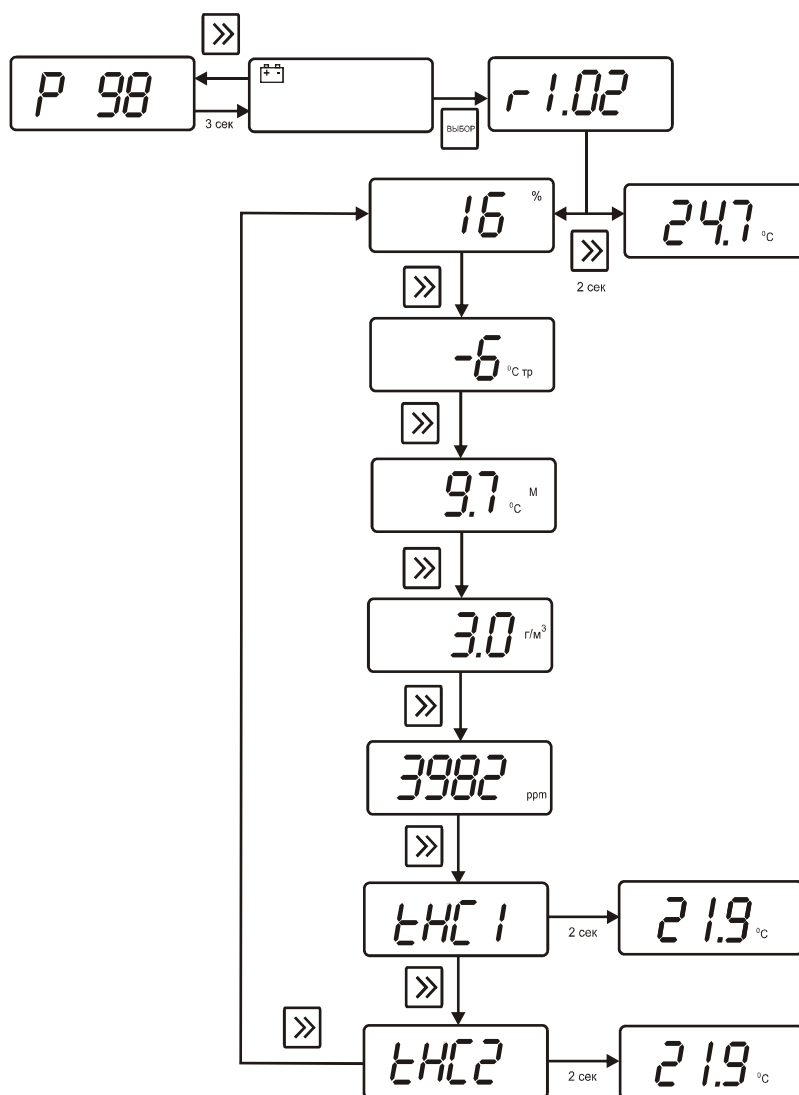

Рисунок 5.1 Индикация в режиме РАБОТА
- 4.7 Для определения индекса ТНС установить преобразователь ИПВТ-03-09 (чёрная сфера, см. ПРИЛОЖЕНИЕ Б, пункт 6) на штатив-треногу (рекомендуется располагать черную сферу руководствуясь СанПиН 2.2.4.548-96), кнопкой  выбрать требуемый для расчета индекс (ТНС1 или ТНС2 (см. рисунок 5.1)), по истечении 15 минут зафиксировать показания прибора.